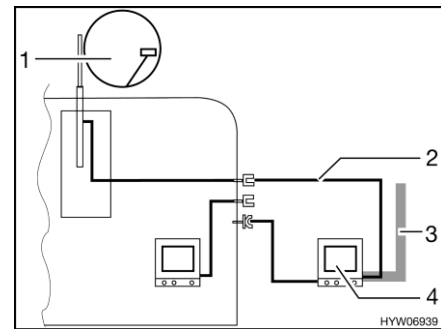

Fig. 135 TV nella tenda veranda
- TV nella tenda veranda (Fig. 135,4): Collegamento all'antenna del tetto (Fig. 135,1) con cavo di collegamento (Fig. 135,2)
- TV nella tenda veranda (Fig. 135,4): Collegamento a antenna esterna (Fig. 135,3)